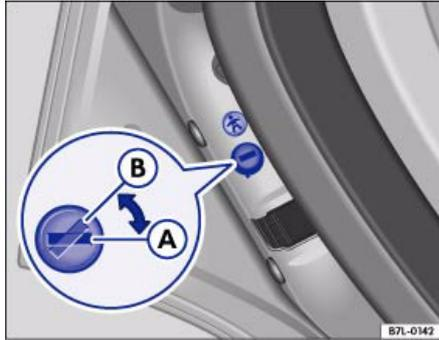
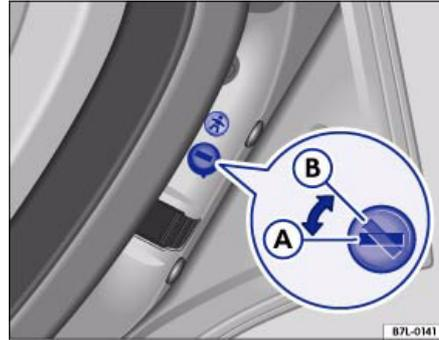

Abb. 27 Kindersicherung in der linken hinteren Tür:
Abb. 28 Kindersicherung in der rechten hinteren Tür:
- Drehen Sie mit einem Fahrzeugschlüssel in der geöffneten Tür den Schlitz in Stellung B ⇒ Abb. 27 bzw. ⇒ Abb. 28.